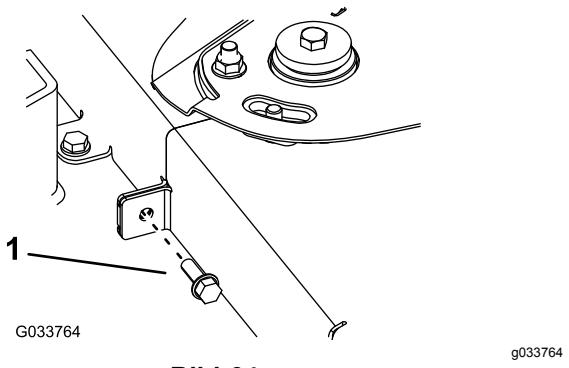

Bild 64
- Entfernen Sie die Schraube, die die zwei Riemenabdeckungen verbindet (Bild 64).
- Setzen Sie die Schraube ein, um die zwei Riemenabdeckungen zu verbinden (Bild 64).